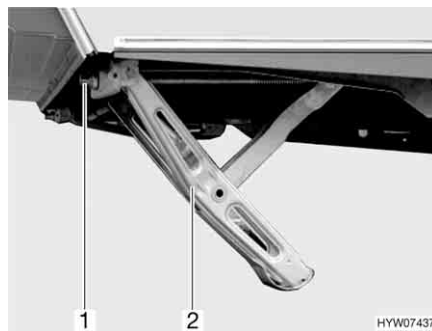

Fig. 15 Piedini di stazionamento a manovella abbassati
- Inserire la manovella in dotazione di serie nell'esagonale (Fig. 15,1) del piedino di stazionamento a manovella (Fig. 15,2).